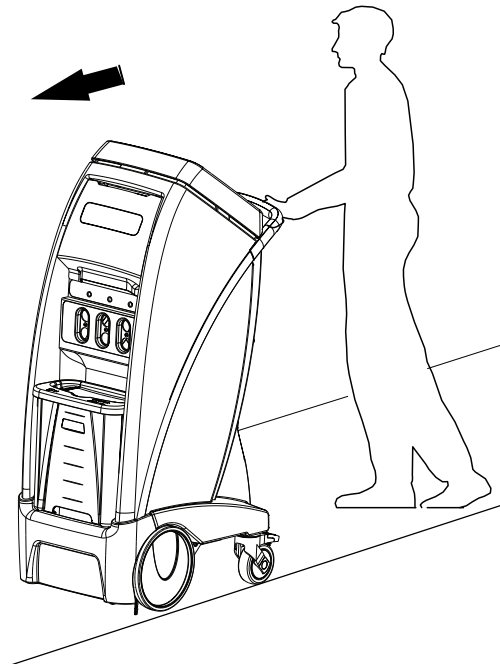

Figura 5-23: Posição de transporte
3. Certifique-se de que posiciona o produto com as portas viradas para a frente (Figura 5-23 na página 5-40).